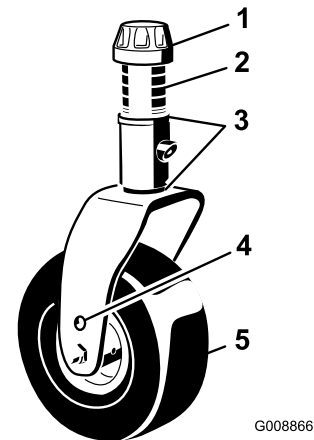

Figura 121
1. Retire el casquillo tensor del eje y deslice el eje fuera del brazo de la rueda giratoria (Figura 121).